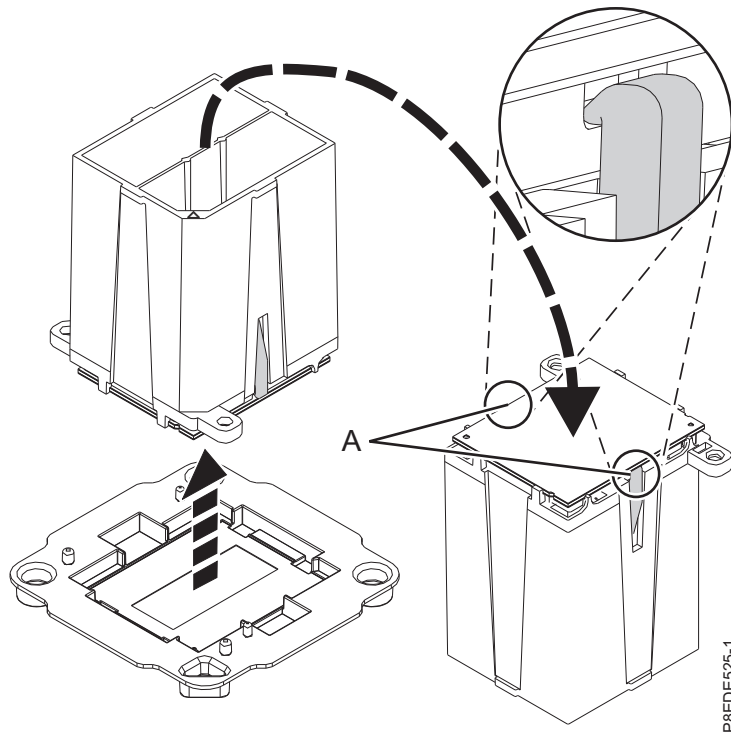

Figure 11. Préparation à l'installation du module processeur système
- b. Vérifiez que les deux pinces (A) agrippent fermement le module processeur système, comme illustré dans la figure 11.